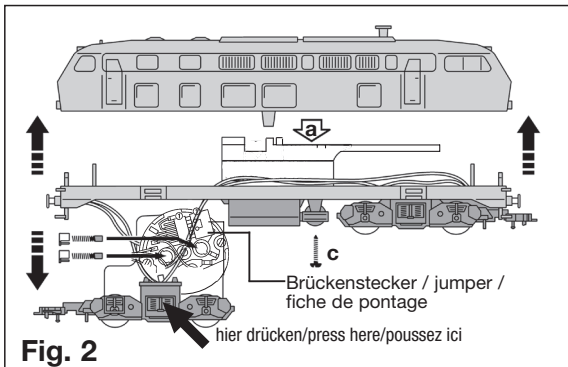
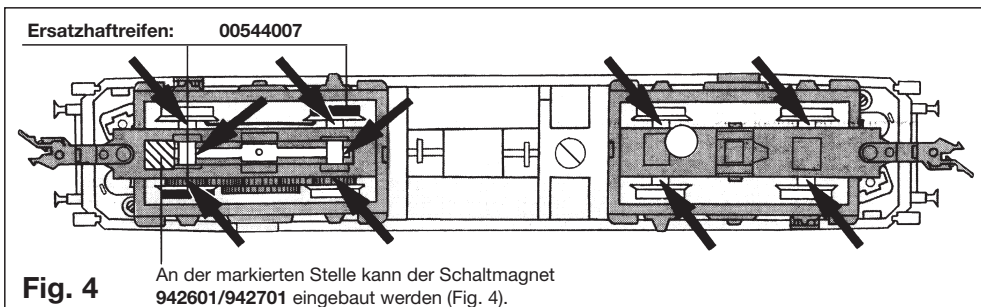
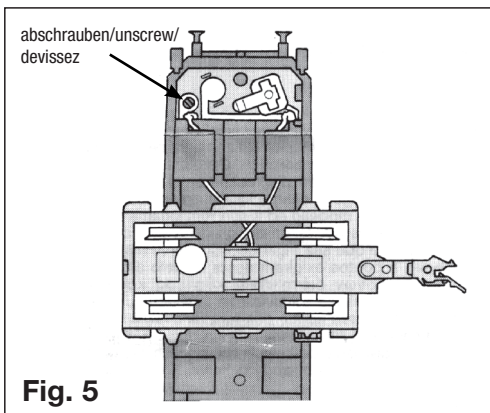
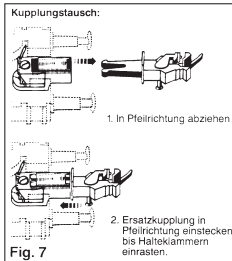

Fig. 2
Fig. 4
Fig. 5
Fig. 7
Gehäuse öffnen: Nur zum Einbau eines Decoders nötig. Schraube **c** auf Lokunterseite (Fig. 2) lösen. Gehäuse an den Führerstandsseiten leicht zusammendrücken und nach oben abnehmen.
Kohlenwechsel: Der Motor ist im hinteren Drehgestell der Lok eingebaut. Drehgestell am Mittelsteg zusammendrücken und aus der Führung im Rahmen nach unten herausziehen (Fig. 2). Ersatz-Kohlen einsetzen.
Die Lok ist mit einer 6-poligen elektrischen Steck-Schnittstelle nach NEM 651 ausgestattet. Zum Einbau des Fleischmann DCC-DECODERS 687401, das Lok-Gehäuse abnehmen (Fig. 2). Den Brückenstecker vorsichtig herausziehen. Mit einem der Klebestreifen, die dem Decoder beiliegen, die Seite des Decoders mit dem größten Bauelement auf die Lokbeschriftung kleben (Fig. 2/a). Unter Beachtung der Litzenführung den 6-poligen Stecker des Decoders so in die Schnittstelle stecken, dass die Markierungen »1« auf der gleichen Kante liegen. Die orange Litze liegt bei »1«. Um Kurzschlüsse zu vermeiden, achten Sie bitte darauf, dass der Schnittstellen-Stecker zum Motor-Lagerschild hin isoliert wird (zweiten Klebestreifen des Decoders verwenden).
Ölen: Geölt werden Motor und Getriebe nur an den gekennzeichneten Lagerstellen (Fig. 2, 3, 4).
Lampenwechsel: Drehgestell aus Halterung nehmen, Schaltplatte abschrauben, Lampe aus Fassung lösen, Einbau in umgekehrter Reihenfolge (Fig. 5 und 6).
2). Renew the brushes. **Spare brushes: 6519** · **Spare traction tyres: 00544007**. **Lubrication:** The motor and gear-box need only be lightly oiled at the bearing points marked (Fig. 2, 3, 4). Only use **FLEISCHMANN-ÖL 6599**. Only put a tiny drop in each place (→), otherwise it will be overoiled. An applicator needle is located in the cap of the oil bottle for your use. The indicated point can be used for locating the switching magnet **942601/942701** (Fig. 4).
The locomotive is ready fitted with a 6-pole connector socket as per NEM 651. To install a digital Fleischmann DCC-DECODER 687401, glue the side of the decoder with the largest component onto the loco weight (Fig. 2/a). After pulling out the jumper, plug in the Decoder into the socket, paying attention to the wiring, ensuring that the markings »1« are on the same side. The orange wire is at »1«. Make sure that there can be no short circuit between the plug and the motor face-plate (use the second adhesive strip included with the decoder). The loco will now run under the address »3«. **Changing Bulbs:** Remove the bogie from its bearing, unscrew the pcb, and remove the bulb from its holder. Re-assemble in reverse order (Fig. 5, 6). **Spare bulbs: 00006535**. By simply inserting a light unit the light will change according to the direction of travel (white/red). **Analog operation: 6540, digital running: 66540. Exchange coupling:** **6511** · **FLEISCHMANN-PROFI** Clip coupling: **6515**. 1. Pull off in direction of arrow. · 2. Insert exchange coupling in direction of arrow until clipped in position (Fig. 7 and 8).
Le démontage : le démontage de la loco est uniquement nécessaire pour le montage d'un decodeur. Enlever le vis **c** (fig.2). Presser lentement les côtés de la cabine de conduite et soulever verticalement la carrosserie.
Remplacement des balais : Le moteur est monté dans le bogie arrière de la locomotive. Pincer le centre des côtés du bogie afin de pouvoir le retirer (Fig. 2). Remplacer les balais. **Balais de rechange : 6519** · **Bandages de rechange : 00544007. Graissage :** Le moteur et les engrenages doivent être huilés uniquement aux endroits indiqués (Fig. 2, 3, 4). N'utilisez que l'huile **FLEISCHMANN 6599**. Une seule goutte par point à lubrifier (→), afin d'éviter tout excès. L'aiguille montée dans le bouchon du petit flacon convient parfaitement à cet usage. **L'aimant permanent 942601/942701** peut être monté à l'endroit indiqué (Fig. 4).
La locomotive est équipée d'un connecteur électrique à 6 pôles, normalisé NEM 651. Pour monter un Fleischmann décodeur digital DCC 687401, retirer le boîtier de la locomotive (Fig. 2). Extraire soigneusement la fiche de pontage. A l'aide de l'un des rubans adhésifs fournis avec le décodeur, coller le côté du décodeur présentant le composant le plus gros sur le lest de la locomotive (Fig. 2/a). Brancher la fiche à 6 pôles du décodeur en respectant l'ordre des fils et en veillant à ce que les repères »1« soient du même côté. Le fil orange est prochain »1«. Remettre le boîtier de la locomotive en place. Pour éviter les courts circuits, veillez à l'isolement entre le connecteur et le carter moteur (utiliser pour cela le deuxième ruban adhésif du décodeur). La locomotive peut à présent rouler avec l'adresse »3«. **Remplacement des ampoules :** Enlever le bogie des son support, dévisser la plaquette de commande et enlever l'ampoule. Remontage en sens inverse (Fig. 5, 6). **Lampe de rechange : 00006535**. L'équipement (système analogique : **6540**, système digital : **66540**) permet d'installer aisément un éclairage avec inversion automatique suivant le sens de marche (blanc/rouge). **Changement des attelages :** Attelage à embôtement d'autres marques : **6511** · **FLEISCHMANN-PROFI** Attelages à embôtement: **6515**. 1. Retirer dans le sens de la flèche. · 2. Replacer le nouvel attelage jusqu'à enclenchement de la butée (Fig. 7 et 8).
Het openen van de loc: Het openen van de loc is alleen nodig bij het inbouwen van een decoder. De schroef **c** verwijderen (fig. 2). Door het stuurstand-zijden in het midden iets samen te drukken kan men het lokhuis verwijderen.
Het verwisselen van de koolborstels: De motor is in het achterste draaistel gebouwd. Door het Draaistelraam in het midden iets samen te drukken kan men het motordraaistel losnemen (Fig. 2). Nu kunnen di koolborstels verwisseld worden. **Reservekoolborstels: 6519** · **Reserve-antislipbandjes: 00544007. Olieën:** De motor en de aandrijving hoeven alleen op de aangegeven plaatsen geolied te worden (Fig. 2, 3, 4). Aleen **FLEISCHMANN** olie 6599 gebruiken. Een klein druppeltje per smeerpunt (→) is heus voldoende, anders wordt de zaak te vet. Voor een juiste dosering het spuitje gebruiken dat wordt bijgeleverd in het olieflasje. Op de gemerkte plaats kan de **schakelmagneet 942601/942701** gemonteerd worden (Fig. 4).
De locomotief is met een 6-polige elektrische adapter volgens NEM 651 uitgerust. Voor het inbouwen van een digitale (DCC) Fleischmann DECODER 687401 het lokhuis verwijderen (Fig. 2). De overbruggingsstecker voorzichtig eruit trekken. Met behulp van de meegeleverde kleefstrook de decoder op het gewicht in de loc bevestigen (Fig. 2/a). Zorg er voor dat de draden van de 6-polige stecker van de decoder zo in de adapter stekken, dat de markeringen »1« aan dezelfde zijde bevinden. Om kortsluiting te vermijden dient u er op te letten dat de interface-stekker van het motordraaistel wordt geïsoleerd (gebruik hiervoor de extra plakstrook die bij de decoder wordt meegeleverd). De lok kan nu via adres »3« rijden. **Het verwisselen van de lampjes:** Draaistel loosmaken, schakelplaatjes losschroeven, lampje uit de fitting halen. Inbouw in omgekeerde volgorde (Fig. 5, 6). **Reservelamp: 00006535**. Door het inbouwen van de lichtwisselset (**Analoge systeem: 6540, digitale systeem: 66540**) kan de lok op eenvoudige wijze voorzien worden van wisselende voor- en achterverlichting, welke afhankelijk van de rijrichting brandt (wit/rood). · **Het verwisselen van de koppeling:** **6511** · **FLEISCHMANN-PROFI** Steekkoppeling: **6515**. 1. In de pijlrichting loostrekken. · 2. Reservekoppeling in de pijlrichting instekken tot de klemmen pakken (Fig. 7 en 8).
To open: One only needs to open the loco to install a decoder. Remove screw **c** on bottom of loco (fig. 2). Gently press the sides of the control cab and lift off housing.
Changing brushes: The motor is mounted on the rear bogie of this locomotive. Using finger and thumb, press together lightly in the centre of the bogie sides and pull it downwards out of the body (Fig. 2).
Lubrication: The motor and gear-box need only be lightly oiled at the bearing points marked (Fig. 2, 3, 4). Only use **FLEISCHMANN-ÖL 6599**. Only put a tiny drop in each place (→), otherwise it will be overoiled. An applicator needle is located in the cap of the oil bottle for your use. The indicated point can be used for locating the switching magnet **942601/942701** (Fig. 4).